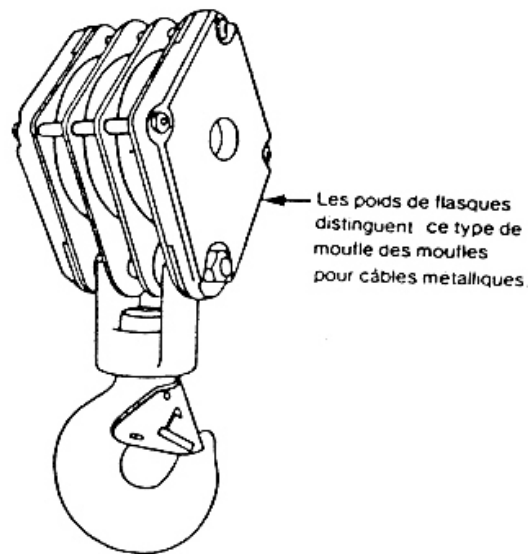

Figure 4 – Moufle typique de crochet de grue
- a) les moufles de crochet de grue (voir figure 4),